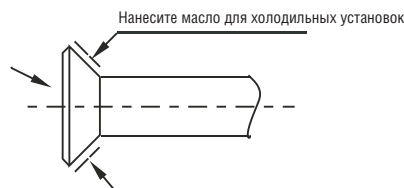

Рисунок 6-1
- b. Перед соединением нанесите на поверхность развальцованной трубы и гаек масло для холодильных установок. Заверните гайку вручную, сделав 3–4 оборота перед затяжкой (см. рис. 6-1).